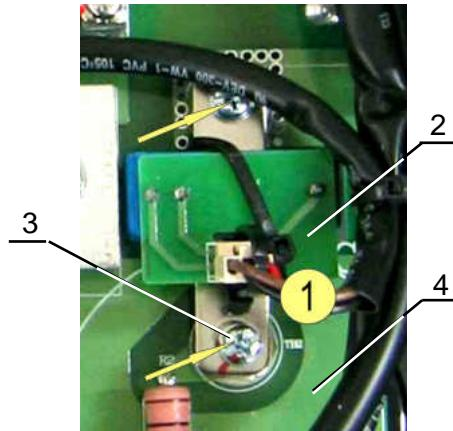

Рис. 6.14.
6.10.3. Выкрутить два винта 3 крепления платы датчика тока 2 к ёмкостной плате 4 (рис. 6.14). Положить винты и плату датчиков тока в тару.